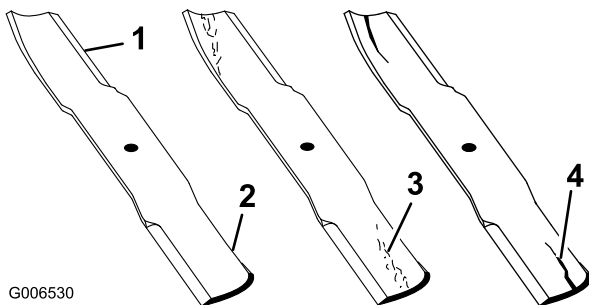

Figura 28
2. Verificate accuratamente i taglienti, con particolare attenzione ai punti d'incontro delle sezioni piatta e curva della lama (Figura 28). Sabbia e materiali abrasivi possono consumare il metallo che connette le sezioni piatta e curva della lama, per cui si consiglia di controllare la lama prima di usare la macchina. Se notate che la lama è consumata (Figura 28), sostituirla; vedere Rimozione della lama.
Se continuate ad usare la lama usurata, si forma una scanalatura tra la costa e la sezione piatta della lama (Figura 28). Alla fine, un pezzo di lama può staccarsi e venire lanciato dal sottosocca, con il rischio di ferire gravemente voi o gli astanti.